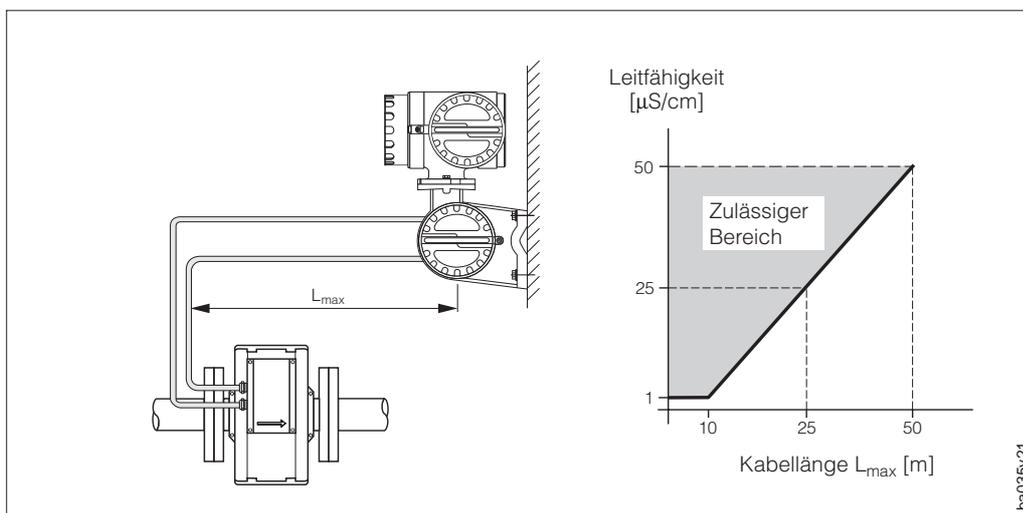

Abb. 19
- Die zulässige Kabellänge  $L_{\max}$  bei der FS-Ausführung zwischen Meßaufnehmer und Meßumformer wird bei einer Entfernung  $>10$  m von der Leitfähigkeit des Meßmediums bestimmt (Abb. 19).